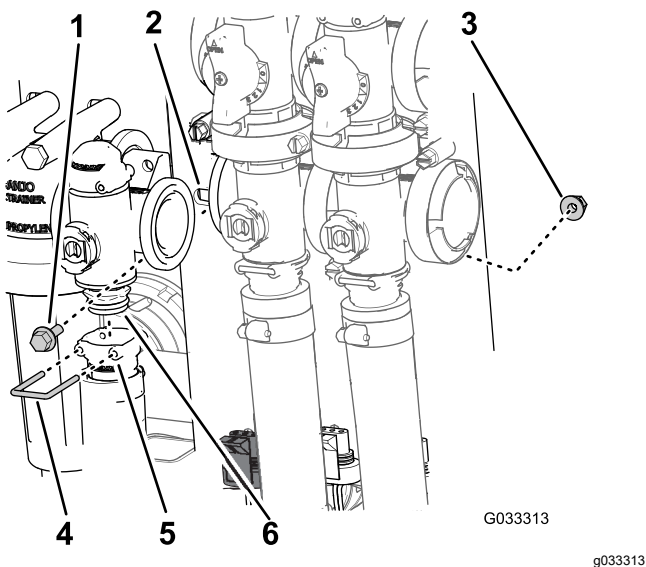

Figure 68
2. Retirez l'étrier qui fixe le raccord de sortie au collecteur du régulateur de débit (Figure 68).
3. Retirez les 2 boulons à embase et les 2 contre-écrous à embase qui fixent le régulateur de débit au support, puis déposez le collecteur de la machine (Figure 68).